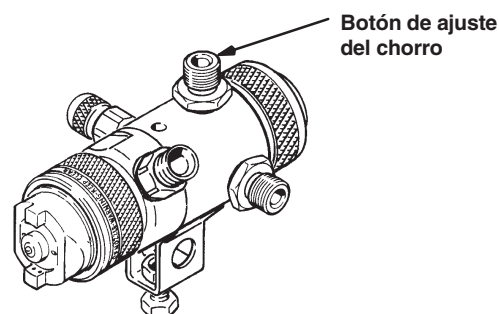

Fig. 4
4. Cierre la válvula de ajuste del chorro girando a tope el botón (vea la Fig. 4) en sentido contrario a las agujas del reloj. De esta forma se ajusta la pistola en su chorro más ancho.